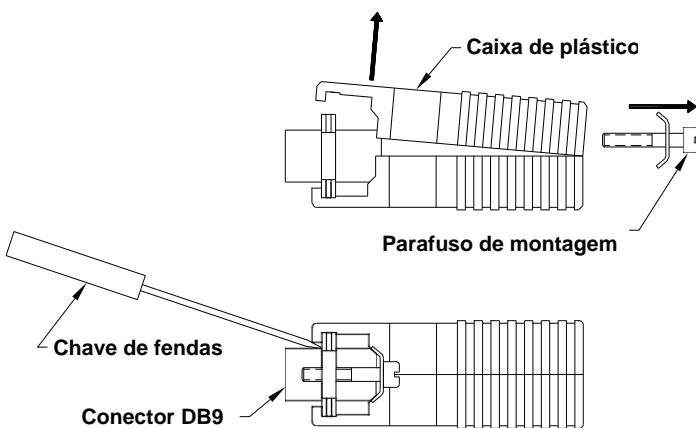

Figura 10: Abrir a caixa do conversor
5. Utilize uma pequena chave de fendas para abrir a caixa de plástico do conversor de interface série, como mostra a figura 10.